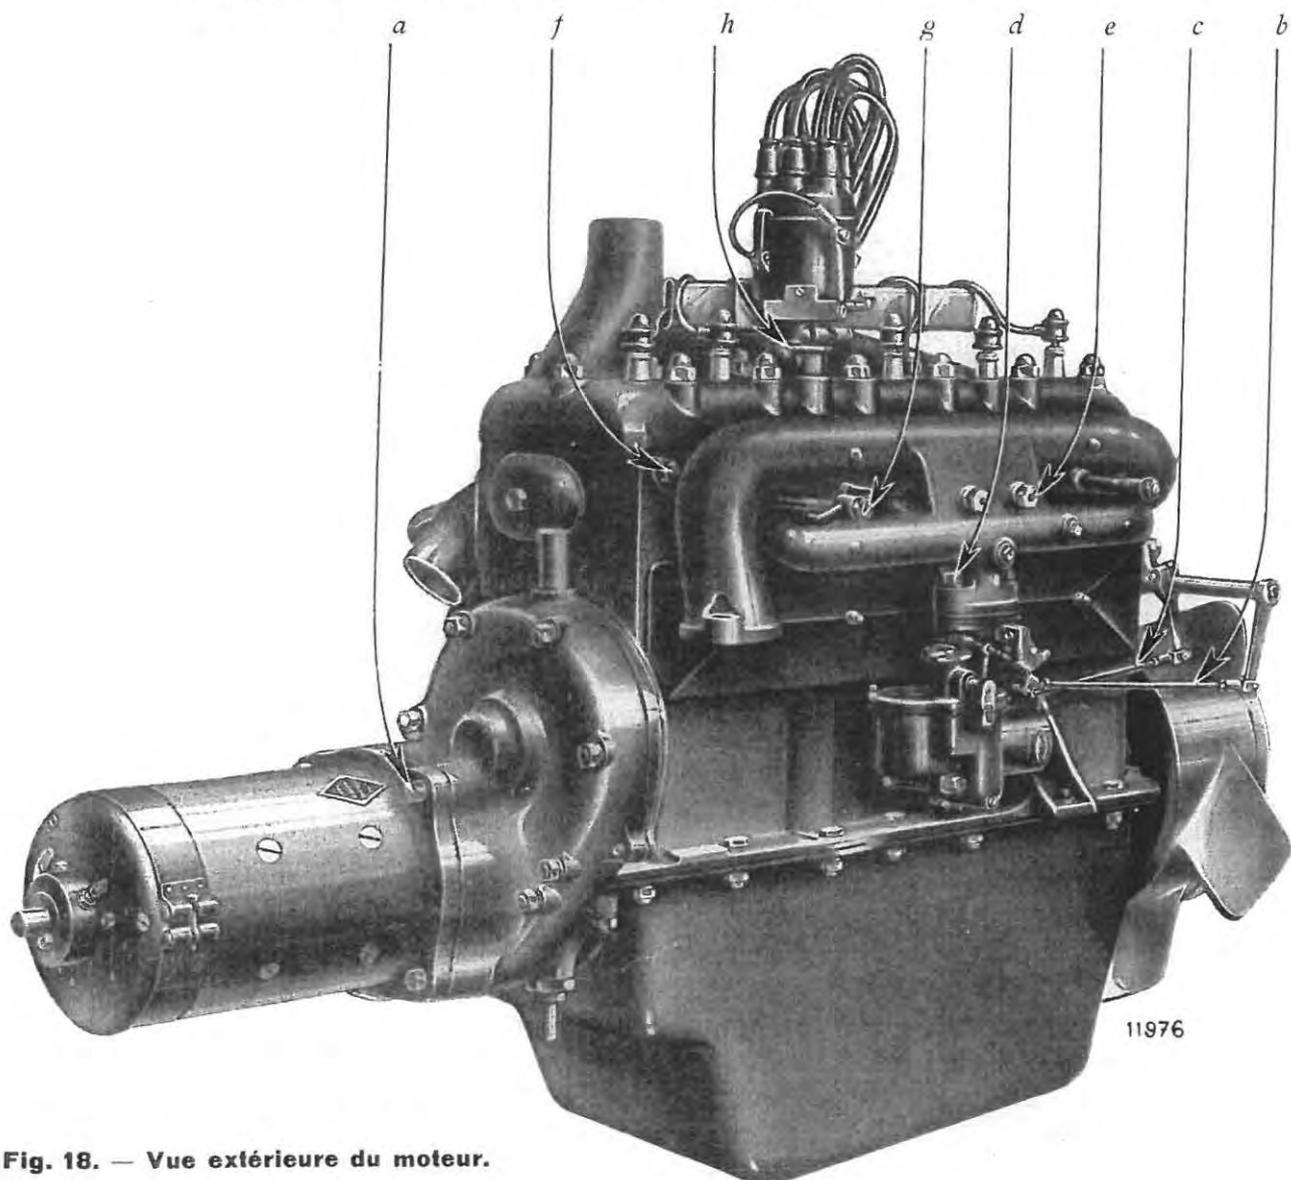

Fig. 18. — Vue extérieure du moteur.
1. Enlever la dynastart (*Fig. 18*).
2. Enlever le carburateur (*Fig. 18*).
3. **Enlever le collecteur d'admission et d'échappement (Fig. 18).**